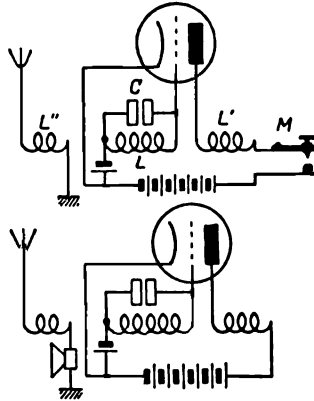

Fig. 37. *Boven*: een radio-telegrafiezender. M = seinsleutel. *Beneden*: een radio-telefontiezender.
W. — Dat is erg eenvoudig. Het gaat er slechts om den wisselstroom aan de antenne door te geven. We doen dat door inductie; we koppelen aan de spoel L een spoel L", die ingeschakeld is tusschen den antennedraad en de aardleiding (fig. 37). Door in den plaatkring een stroom-onderbreker — *sein-* of *morsesleutel* genaamd — te plaatsen, kunnen wij korte of lange teekens uitzenden, die overeenkomen met de „punten” en „strepen” van het morse-alfabet. Op die manier verkrijgen we *radio-telegrafie*.